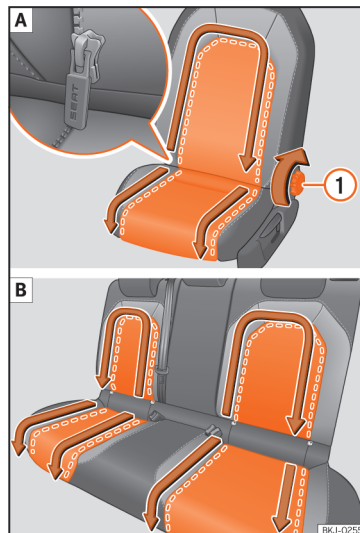

Abb. 123 Abnehmbare Schonbezüge ausbauen. **A** Sitz vorn links; **B** Sitze hinten
- Kippen Sie die Rückenlehne zurück, bis der Schiebergriff des Reißverschlusses vollständig zugänglich ist » **Abb. 123** ①¹⁾.
- Schieben Sie die Schiebergriffe des Reißverschlusses in Richtung der Pfeile » **Abb. 123**. Der auswechselbare Schonbezug liegt nun frei.
- Schieben Sie die Schiebergriffe des Reißverschlusses entgegen der Pfeilrichtung » **Abb. 123**.